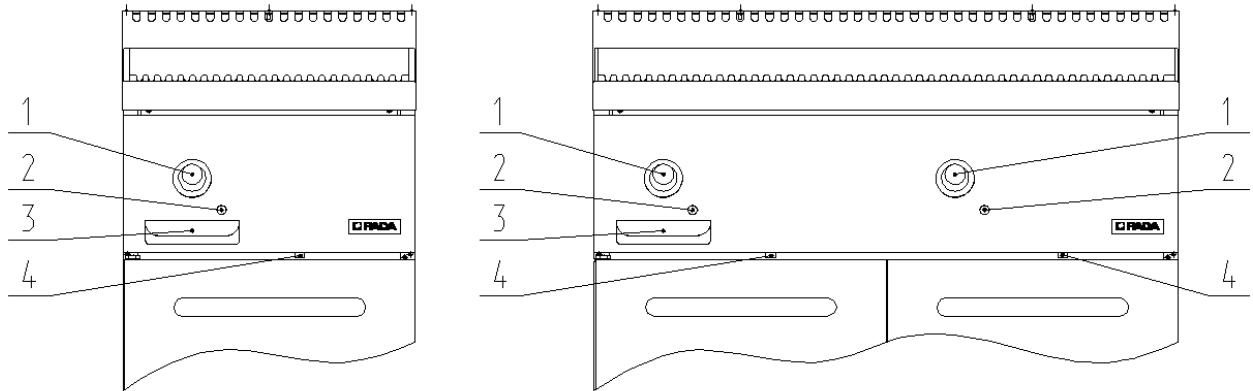

Рисунок 2- Органы управления поверхностей жарочных
Контроль температуры поверхности жарочной (рабочей) осуществляется терморегулятором. Регулировка температуры осуществляется ручкой терморегулятора (1), рисунок 2, установленной на панели управления.
Для предотвращения перегрева рабочей поверхности выше 285 °С и выхода из строя ТЭНов в схеме установлен аварийный термовыключатель. Кнопка возврата аварийного термовыключателя (4), рисунок 2, находится с нижней стороны панели управления и необходима для включения ТЭНов изделия, после аварийного отключения при перегреве.
7.2 Включить изделие поворотом ручки терморегулятора (1), рисунок 2, по часовой стрелке из положения «0» и установить лимб ручки терморегулятора в положение, соответствующее требованиям обработки продукта.
7.3 Загорание арматуры светосигнальной (2), рисунок 2, показывает включение ТЭНов.